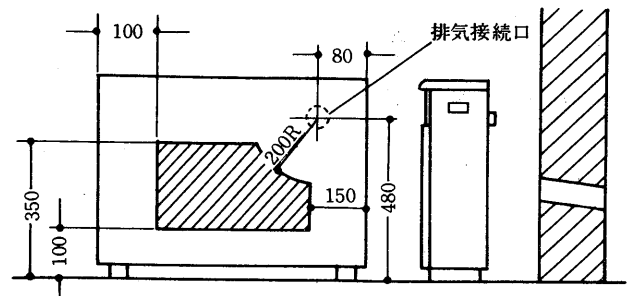

図4
- (III) 本体投影面内排気の場合は，図4の斜線で囲った範囲に壁穴を計画します。ただし，延長用別売部品が必要となるため，できるだけ，直接背面排気とする方が有利です。